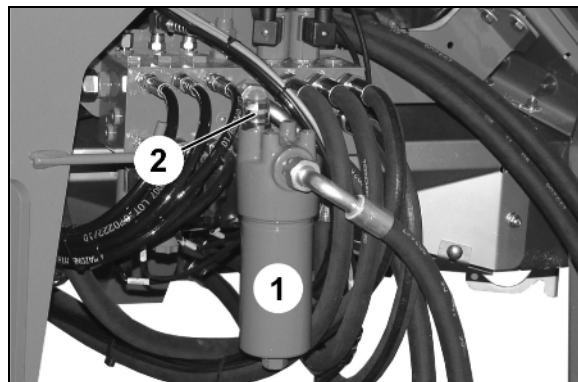

Bild 27
5. Styrbara bromsrullar (Bild 27) fram
- o montera och fixera med låssprint (Bild 27/1),